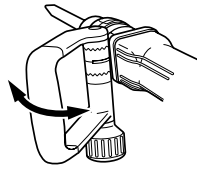
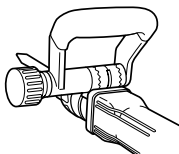
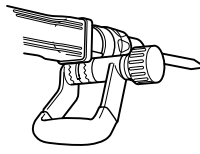

Fig. 6
Fig. 7
Fig. 8
- (2) Régler la poignée à une position facilitant le fonctionnement vertical (de haut en bas), comme indiqué à la Fig. 6, la Fig. 7 et la Fig. 8.
- (3) Tourner la saisie dans le sens de (B) et fixer la poignée.